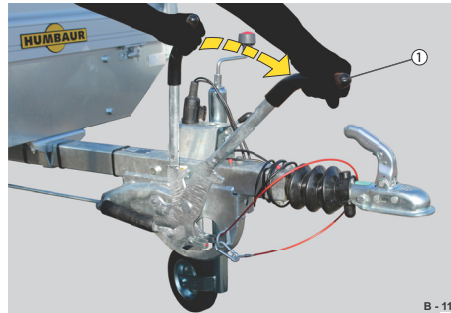

Abb. 88 Handbremse lösen
- ▶ Handbremshebel (Abb. 88/1) über den Kraftpunkt komplett nach unten zur Kupplung drücken.